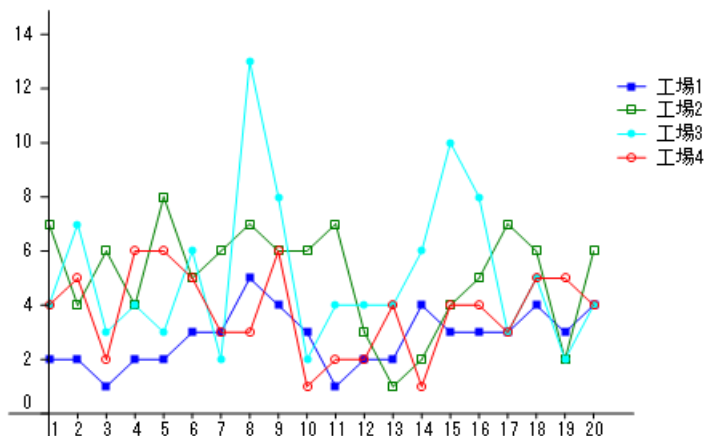
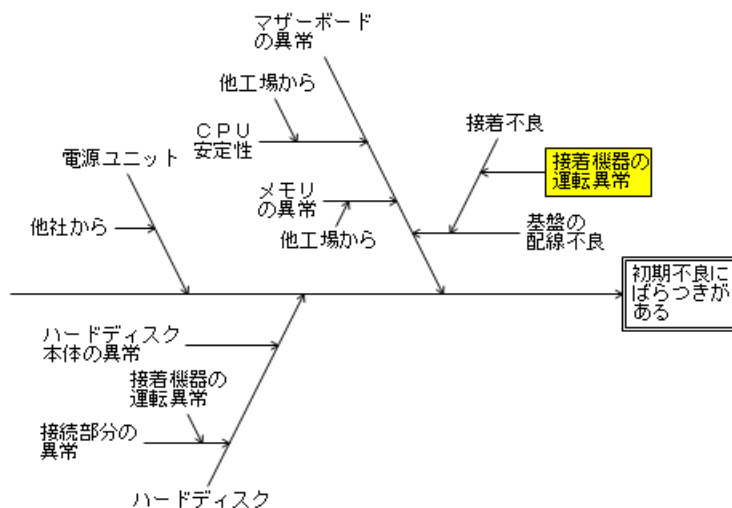

図1 折れ線グラフ
図6 特性要因図による原因の絞り込み
- 1) これまで検討に用いた図 1～図 6 をワープロに貼り付けて簡単なレポートにせよ。